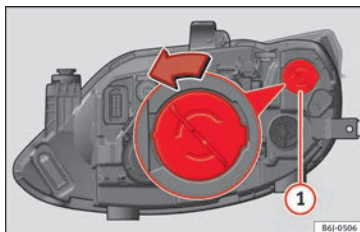
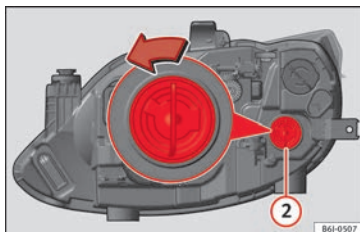

Fig. 89 Luz DRL (luz de día) del faro simple.
Fig. 90 Luz intermitente del faro simple.
- Gire el portalámparas » fig. 89 ① o » fig. 90 ② hacia la izquierda y tire.